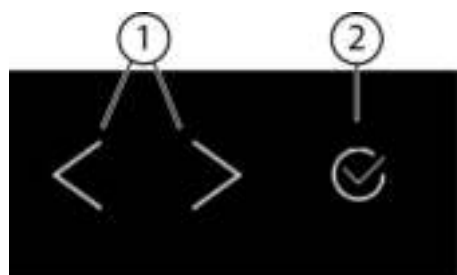
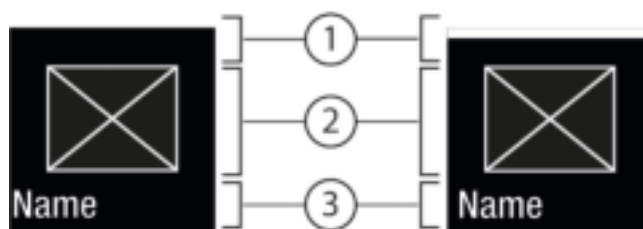
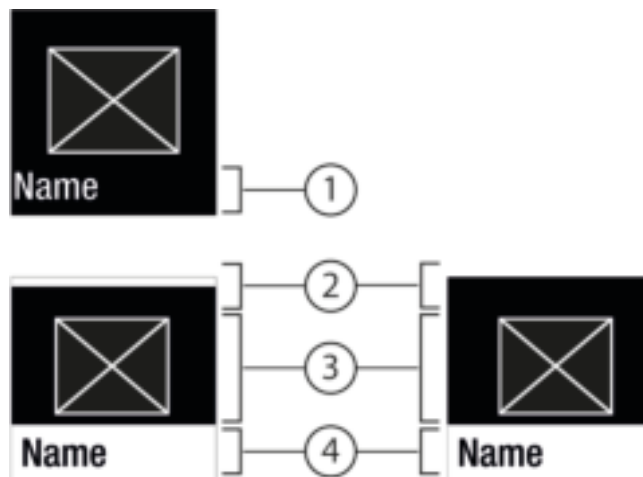

Fig. 5
Fig. 6
Fig. 7
- (1) Navigatiepijl links / rechts (2) Bevestigen
Navigatiepijl links / rechts Fig. 5 (1):
Bevestigen Fig. 5 (2):
- Met de navigatiepijl links / rechts Fig. 5 (1) navigeren.
- Met bevestigen Fig. 5 (2) de functie / instelling activeren Fig. 6 (1) / deactiveren Fig. 6 (1).
- Met bevestigen Fig. 5 (2) het submenu Fig. 7 (4) oproepen.
- Nieuwe waarde instellen: Met bevestigen *Fig. 5 (2)* een gedeactiveerde waarde *Fig. 6 (1)* selecteren.
- Terug naar het menu: Met bevestigen *Fig. 5 (2)* de al geactiveerde waarde *Fig. 6 (2)* selecteren.
- ▶ Druk zo vaak op de navigatiepijlen *Fig. 5 (1)* tot de wordt weergegeven.
- ▶ Bevestigen *Fig. 5 (2)* indrukken.
- ▶ Druk zo vaak op de navigatiepijlen *Fig. 5 (1)* tot de reinigingspositie wordt weergegeven.
- ▶ Met de navigatiepijlen *Fig. 5 (1)* de instelwaarde kiezen.
- ▷ Status: geactiveerd *Fig. 6 (1)* wordt kort op het submenu *Fig. 7 (4)* weergegeven.
- ▶ Navigatiepijlen *Fig. 5 (1)* zo vaak indrukken totdat instellingen  wordt weergegeven.
- ▶ Druk zo vaak op de navigatiepijlen *Fig. 5 (1)* tot de gewenste instelling wordt weergegeven.
- ▶ Bevestigen *Fig. 5 (2)* 3 seconden lang indrukken.